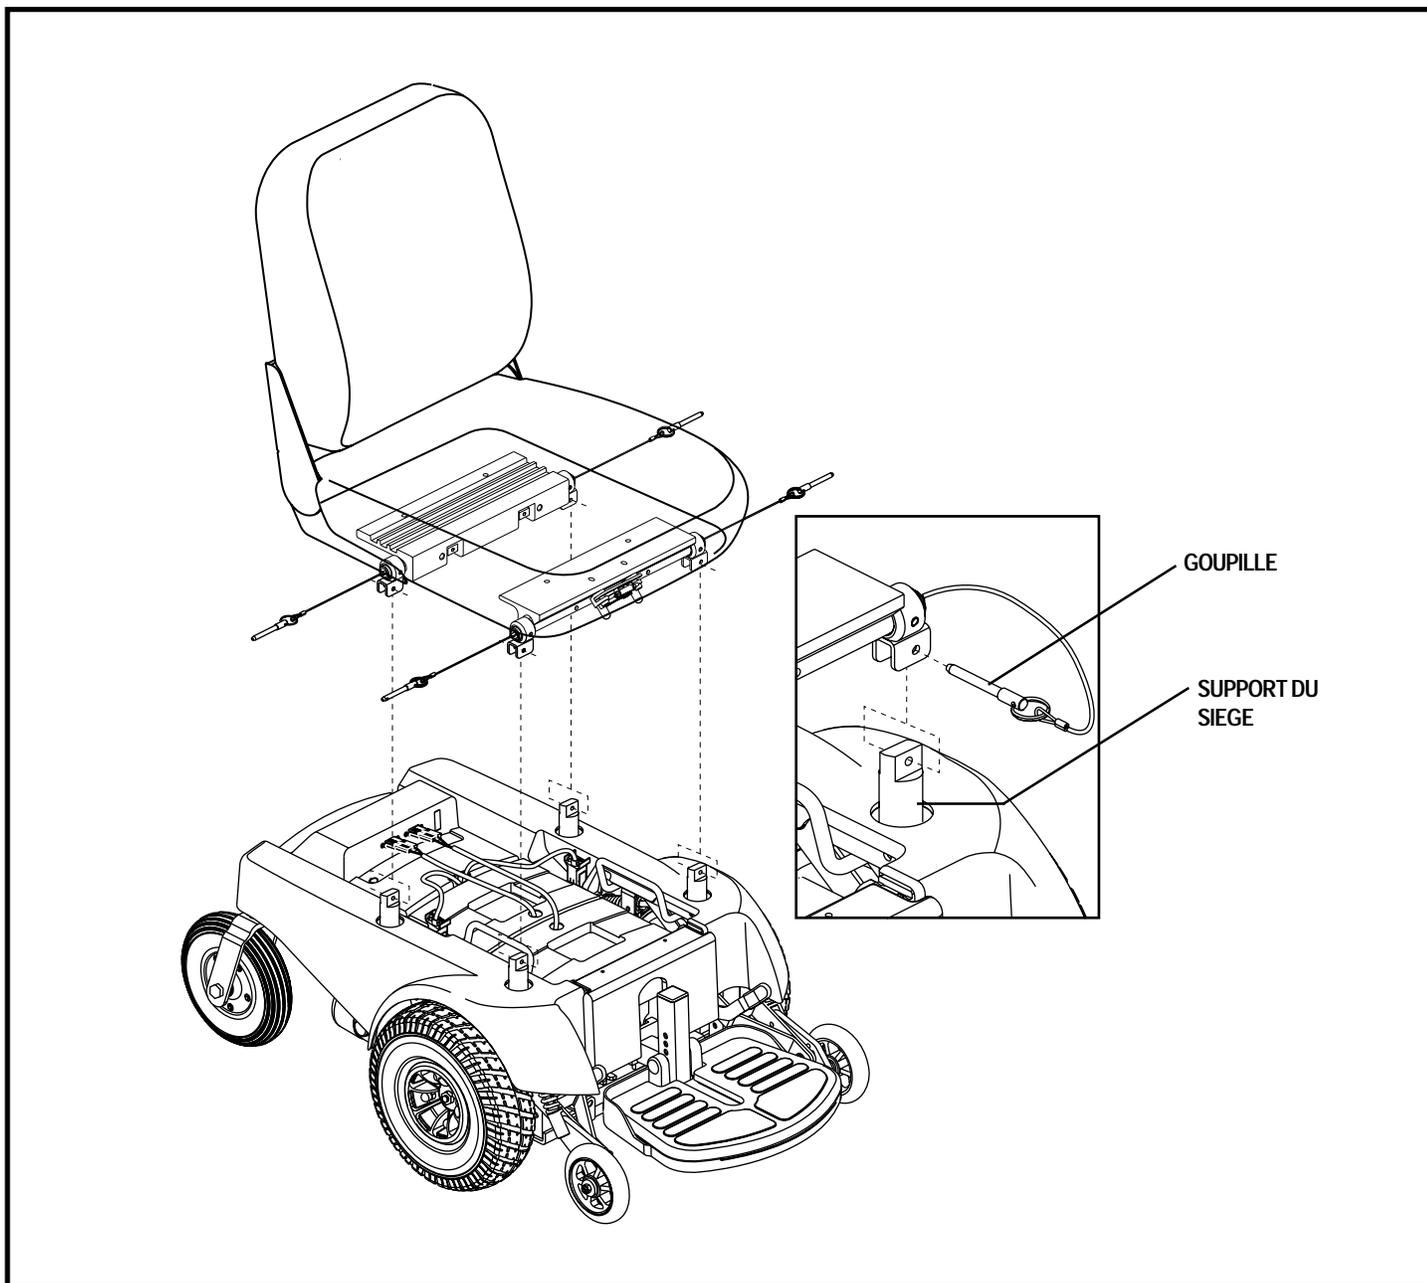

Figure 14. Montage/Démontage du siège
2. Retirez la goupille de chaque tourelle de support de siège. Voir la figure 14.
3. Retirez la goupille à détente qui fixe les tourelles de siège aux barres trapèze. Voir la figure 14.